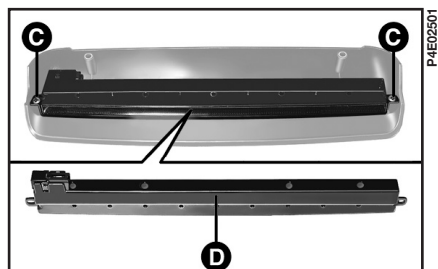

рис. 24
4) Выверните винты **C** (рис. 24) и замените плату с лампами **D** или отдельную лампу.